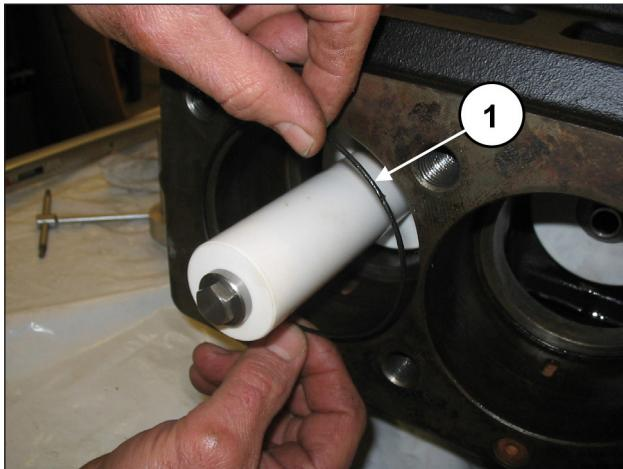
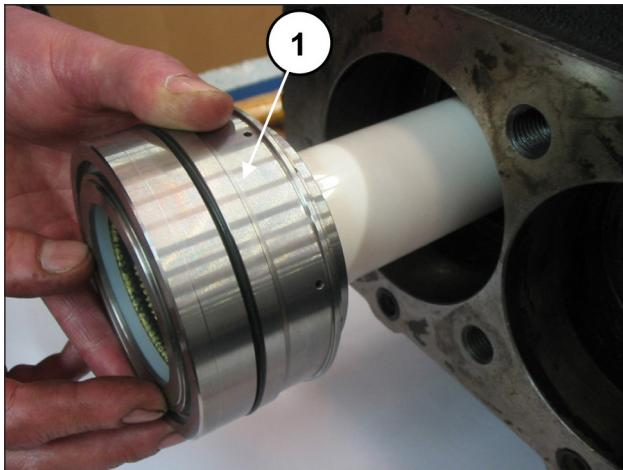

图 184
图 185
将O形圈插入泵壳内（位置①，图 184），然后将事先组装的缸套/密封圈底座（连同O形圈）单元插入，直至到底（位置①，图 185）。